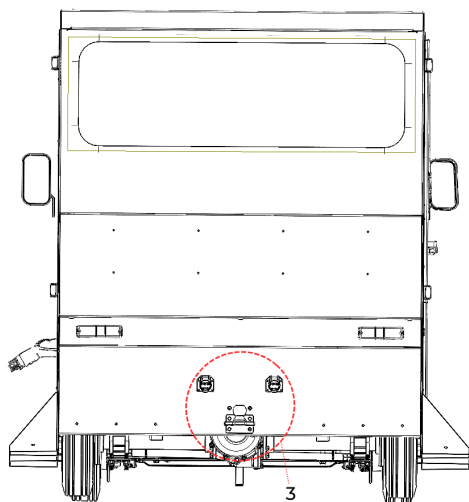

Figure 39. Zone de montage de l'attelage.
- Zone de montage de l'attelage (3) (voir figure 39).